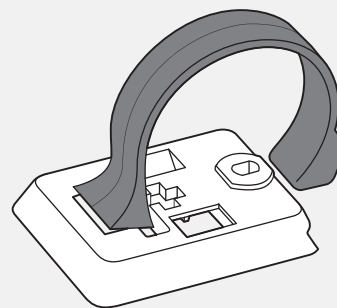

図12: コンピューターベース背面への挿し込み
2. コンピューターベースに、適切なハンドルバークランプを挿入します (図12)。